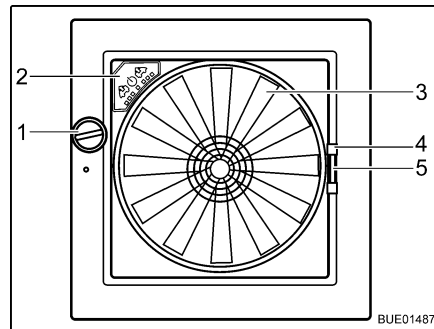

Fig. 35 Oblò Omni-Vent
- Apertura:** ■ Ruotare la manopola (Fig. 35,1), finché non si raggiunge l'angolo di apertura desiderato.
- Chiusura:** ■ Ruotare la manopola (Fig. 35,1), finché l'oblò non è completamente chiuso.
- Chiusura:** ■ Tirare la protezione contro gli insetti per la maniglia (Fig. 35,4) verso il lato opposto del telaio.
- Chiusura:** ■ Serrare la maniglia (Fig. 35,5) dell'oscurante.
Se l'oblò è aperto, l'abitacolo può essere ventilato e sfiato con il ventilatore a 6 stadi (Fig. 35,3). Il ventilatore si controlla dal quadro di comando (Fig. 35,2).